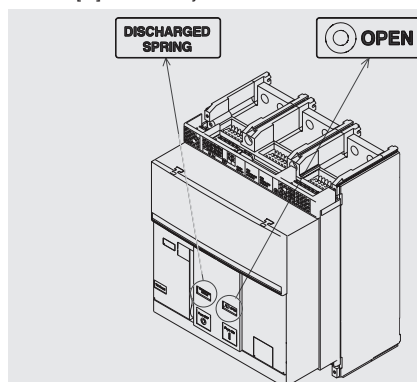

Figure 38
1. Contrôler que le disjoncteur soit ouvert (indicateur ouvert/fermé "O - OPEN"), et contrôler que les ressorts sont débandés (indicateur ressorts "blanc - DISCHARGED SPRING") comme indiqué dans la Figure 38.